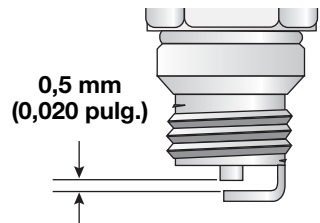

Fig. 18
2. Suelte el gatillo del regulador y deje que el motor funcione en marcha lenta. Si el motor se para, inserte un pequeño destornillador Phillips o de vástago plano en el orificio de la cubierta del silenciador / filtro de aire (Fig. 18). Gire el tornillo de marcha lenta en sentido horario, de a 1/8 de vuelta por vez (según sea necesario) hasta que el motor funciona en mínima.
3. Fije la separación de aire a 0,5 mm (0,020 pulgadas) utilizando un calibre (Fig. 18).